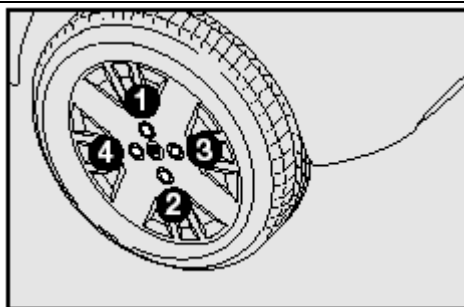

рис. 12
- При помощи штатного ключа, затяните до конца болты крест-накрест в порядке указанном на рис. 12.
□ буклет **рис.12**, содержащий информацию необходимую для правильного применения комплекта быстрого ремонта. Буклет следует передать персоналу, который должен будет выполнять такого рода работы;